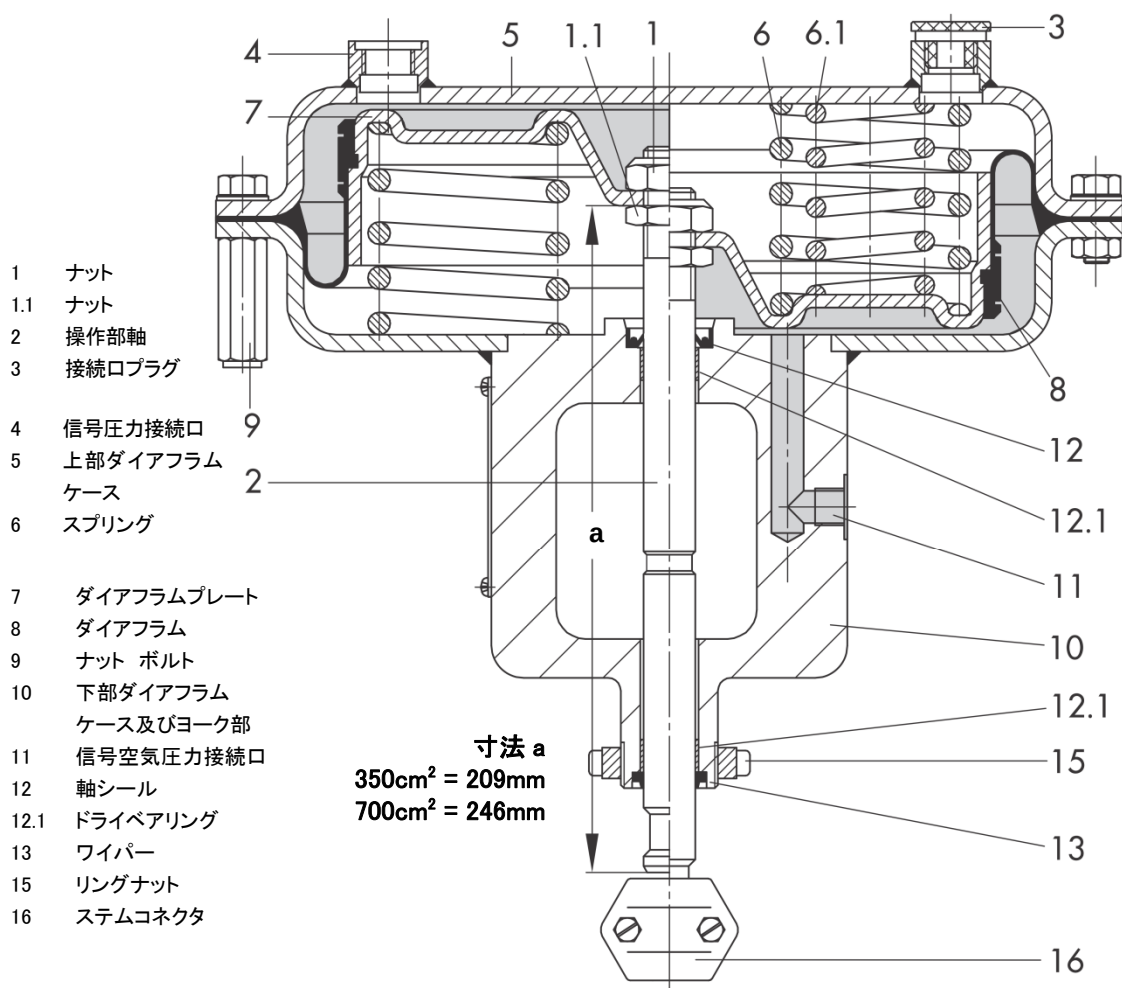
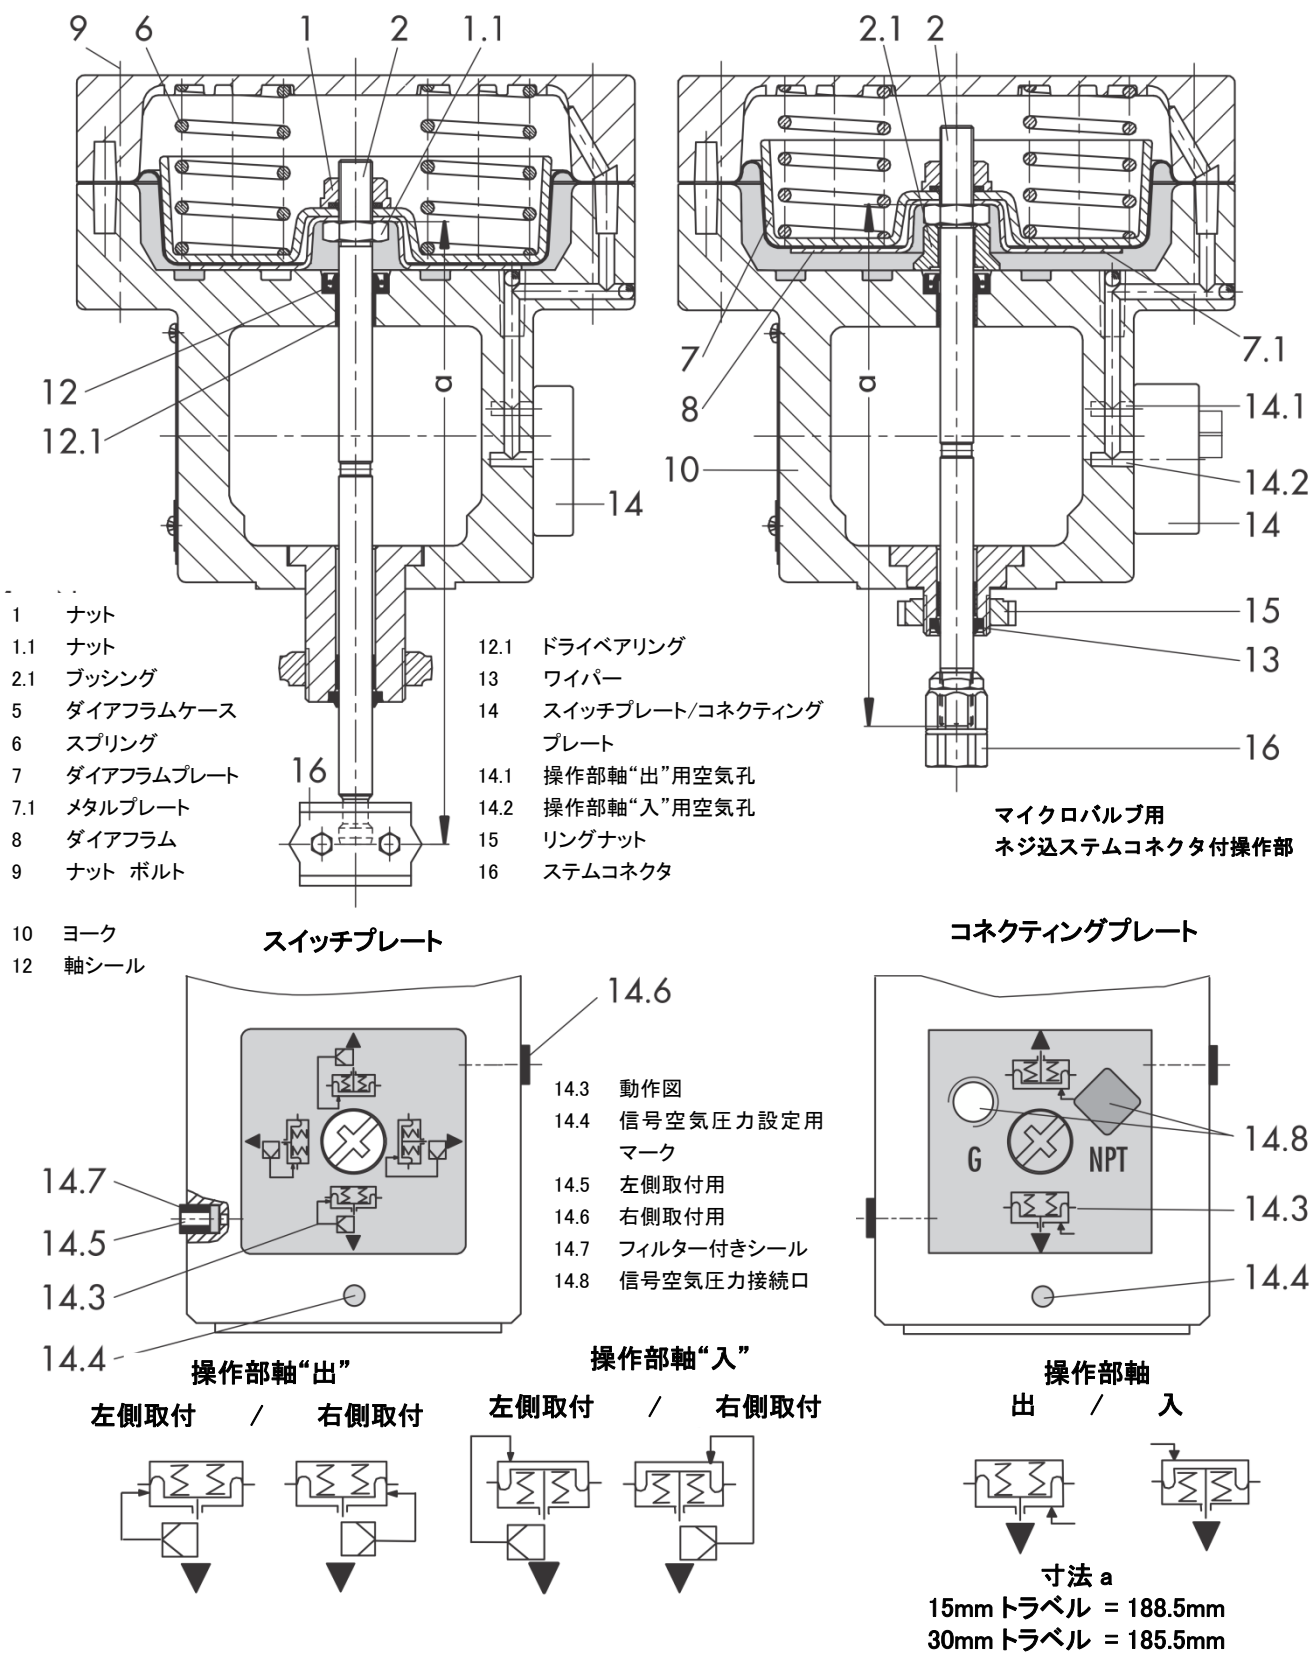

図 3 タイプ 3277 240cm²・350cm²・700cm² 断面図
図 4 タイプ 3277-5 120cm² 操作部
タイプ 3277 操作部 (図 3)
タイプ 3277-5 操作部 (図 4)
- ▶ スwitchプレートを回転させ、動作を示す図を本体のマーク(14.4)に合わせてください。図 4 の左下を参照ください。ポジションAの動作方向(>>)または(<<)は、ポジションAがどちらのサイドに取り付けられているかによって決定されます。
もし、緩んでしまった場合には、ナットの頂点から先までの寸法 "a"（図 3 及び 図 4）が保たれるようにしてください。